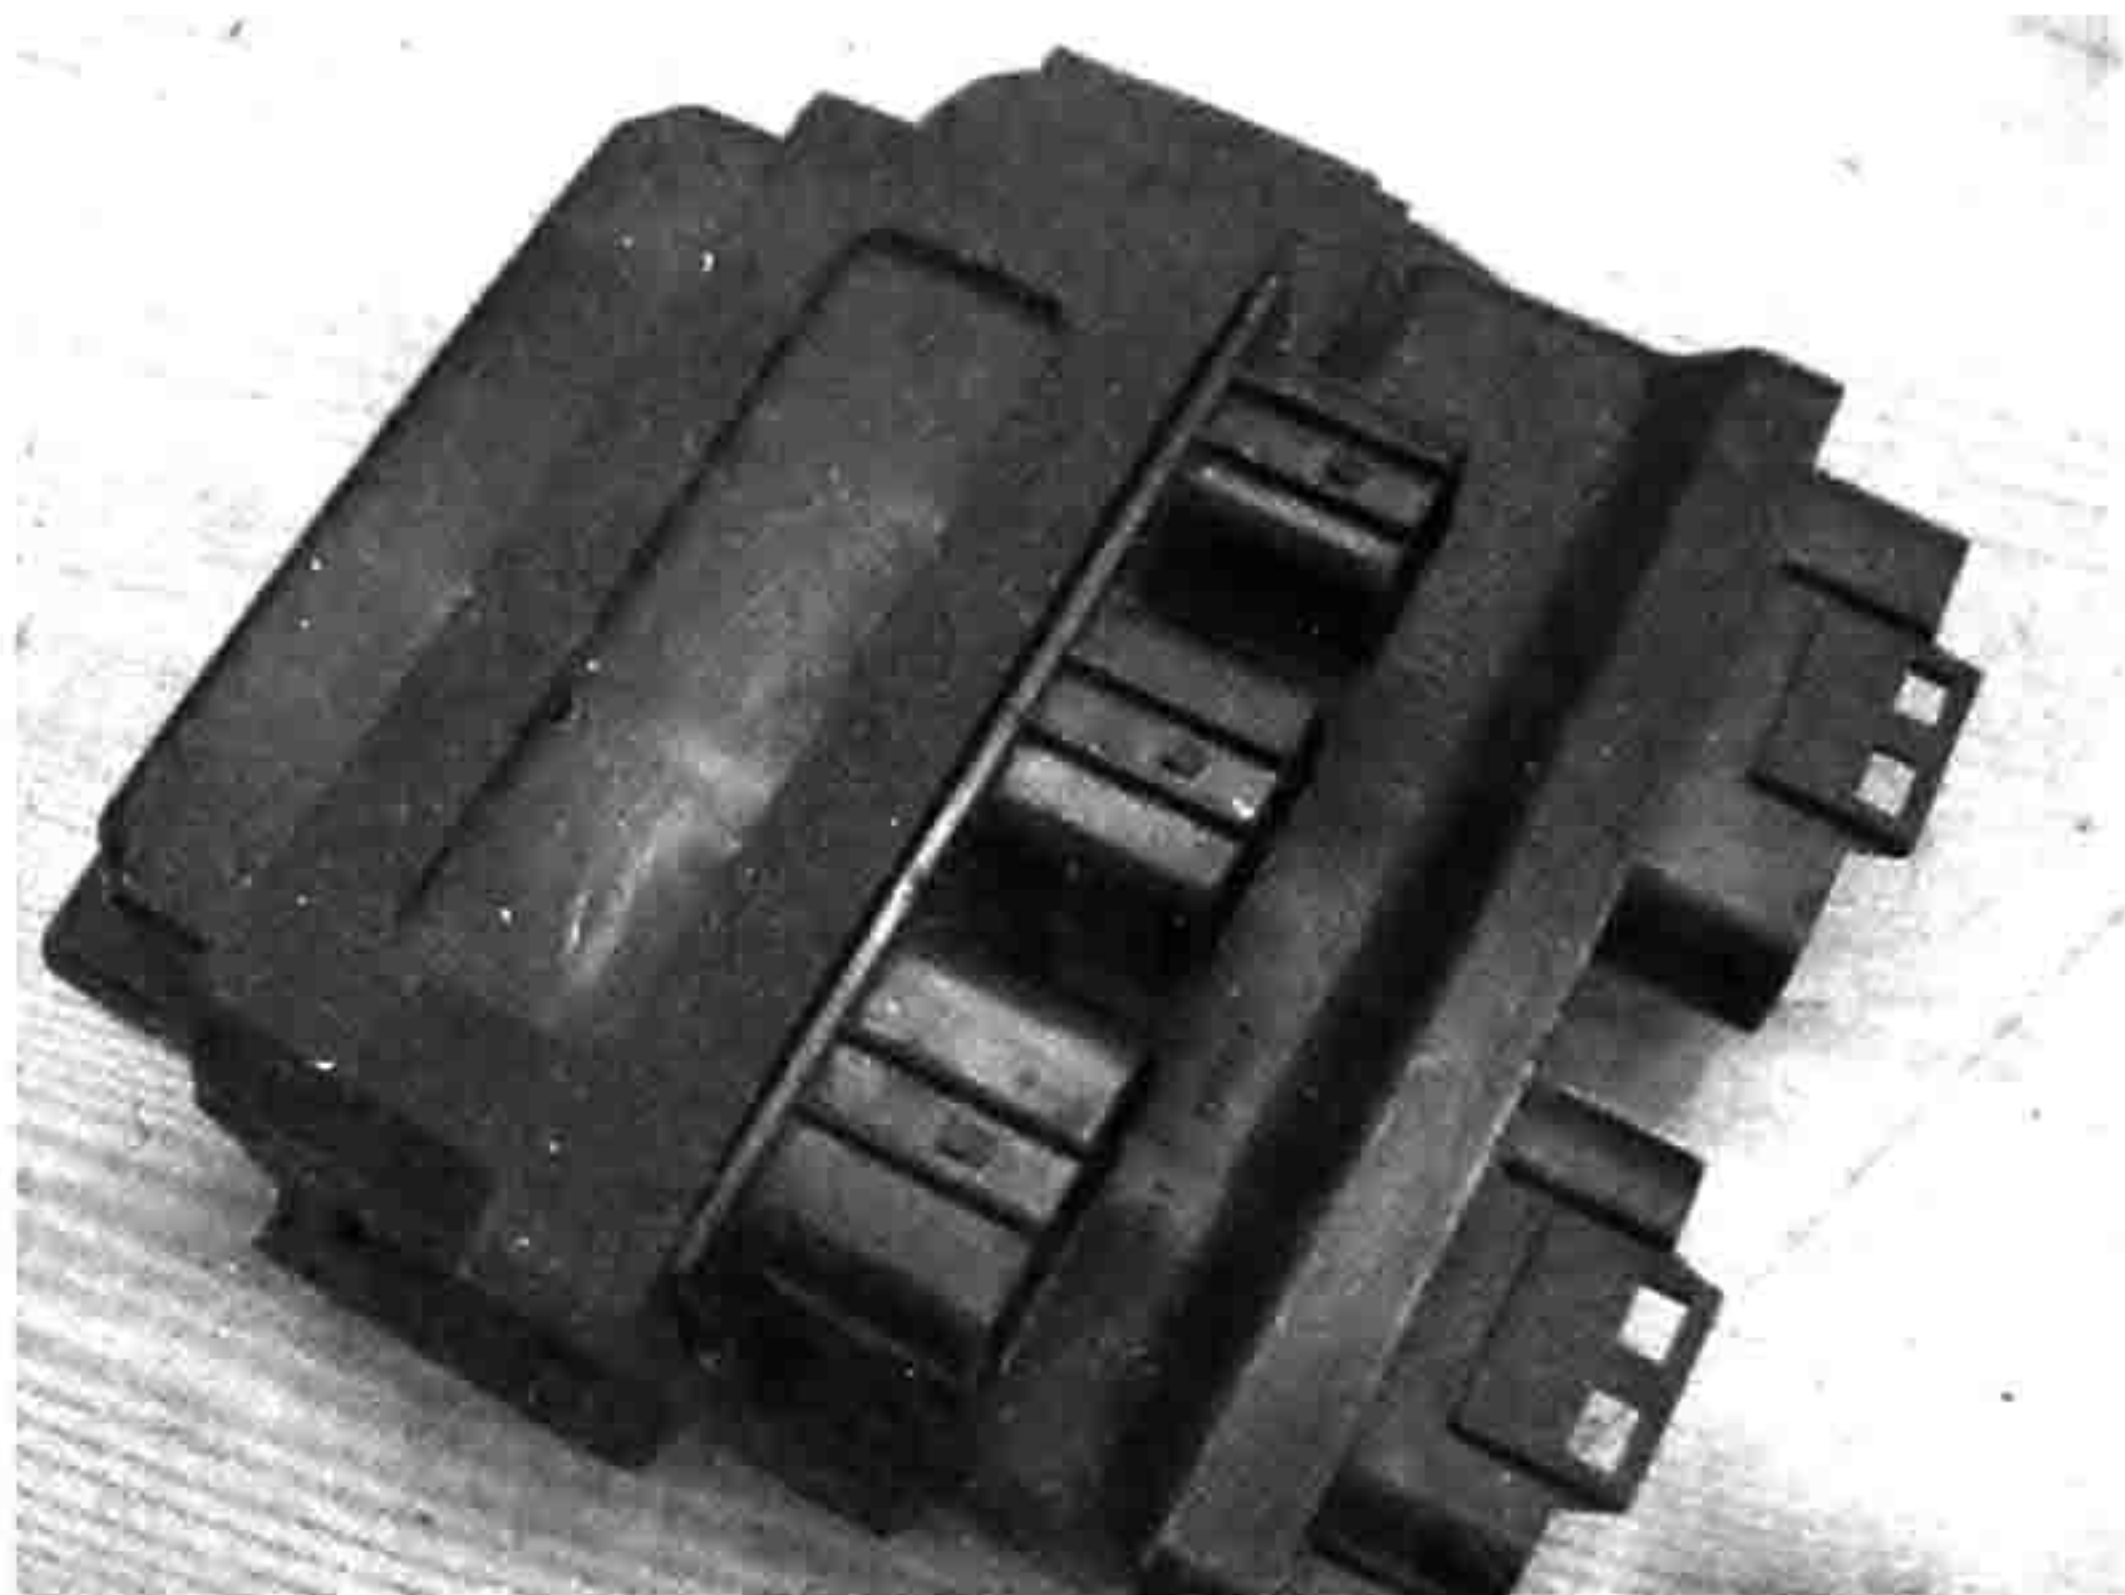

图 1-15 KAWASAKI ZX10R 的 ECU
3. KAWASAKI ZX10R 的 ECU（见图 1-15）
图 1-15 所示的是 KAWASAKI ZX10R 的 ECU 及继电器控制盒。ECU 是三菱（MITSUBISHI）公司生产的。要特别注意的是，KAWASAKI 是少数采用继电器控制盒的日本厂家。很多时候有人会把图中位于面的那个小盒子误认为是 ECU。那个盒子是继电器控制盒，里面是启动逻辑电路及继电器组，它位于车子后座下面。KAWASAKI 不单使用三菱的 ECU，也使用 DENSO 的 ECU，这点要注意了。图 1-16 所示是 ZX6R 的 ECU，是 DENSO 的产品，版本及车型编号原则与 SUZUKI 一致，还是用贴纸上的一串数字表明。